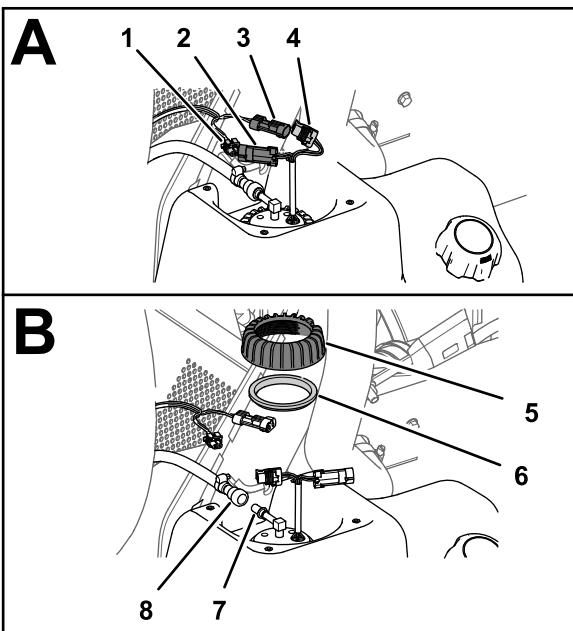

Figura 119
- Desconecte el conector hembra de 2 vías del arnés de cables de la máquina del conector de 2 pinos de la bomba de combustible/sensor; desconecte el conector de 2 pinos del arnés de cables de la máquina del conector hembra de 2 vías de la bomba de combustible/sensor (Figura 119).
2. Aleje el anillo de bloqueo del acoplamiento de la manguera de combustible del conector de la bomba de combustible/sensor y retire el acoplamiento y la manguera del conector (Figura 119).
3. Gire la tuerca de la bomba de combustible/sensor en sentido antihorario y retire la contratuerca y la junta (Figura 119)